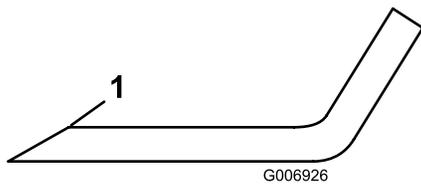

Figure 75
4. Examinez le tranchant de toutes les lames et aiguissez-le s'il est émoussé ou ébréché; aiguissez uniquement le haut du tranchant et conservez l'angle de coupe d'origine pour obtenir une coupe nette (**Figure 75**).